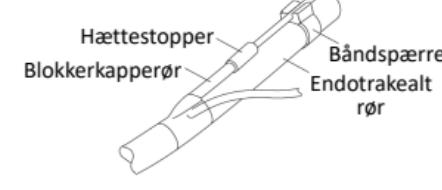

Fig. 7
5. Drej patienten om på siden, kontroller blokeringsmanchettens position under bronkoskopi, og fastgør blokeringsskaftet på det endotrakeale rør ved hjælp af båndspærren (Fig. 7).
2. Sæt blokken på båndspærren på det endotrakeale rør (Fig. 7).